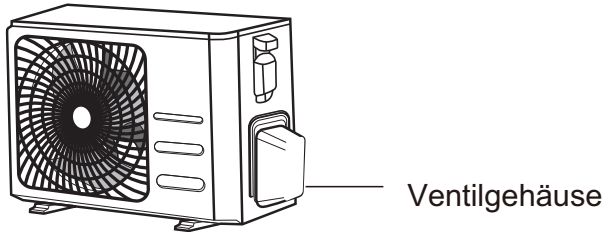

Abb. 6.9
1. Nehmen Sie den Deckel aus den Ventilen auf der Seite der Außeneinheit (Siehe **Abb. 6.9**)